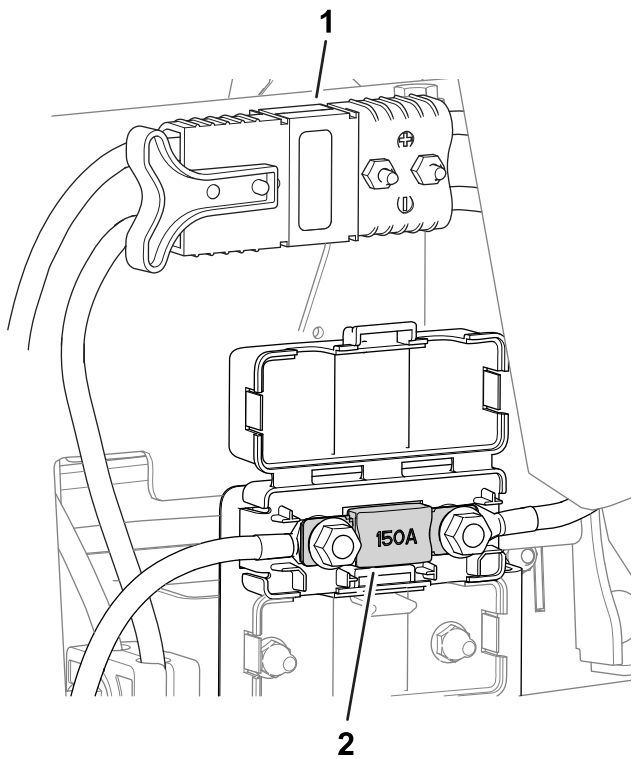

Figura 55
- Sigurana pentru sistemul electric se află sub conectorii de alimentare electrică (Figura 55).